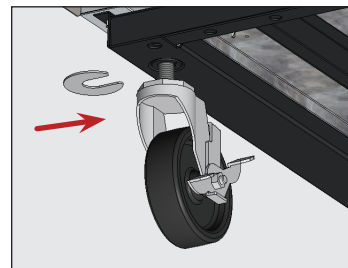

Fig. 6. Insérez la/les cale(s) de roulette. Veillez à serrer la tige de roulette.
5. À l'extrémité inférieure de l'appareil, desserrez suffisamment le boulon à roulette pour coulisser les cales de roulette fournies entre le roulement de la roulette et le rail inférieur de l'appareil. Voir fig. 6.
6. Posez le nombre de cales souhaité. Voir fig. 6.